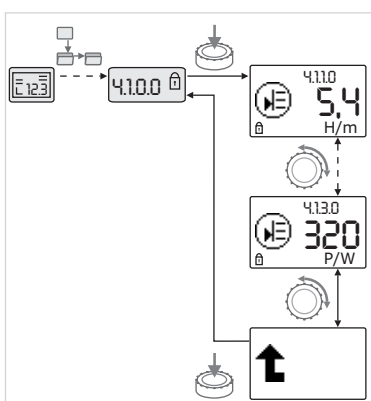

Рис. 40: Вызов информации
- Вращая красную кнопку, можно управлять элементами типа «Информация» текущего подменю (см. рис. 40). Пояснения настроек, обозначенных символами, см. в таблице в главе 8.7 «Указатель элементов меню» на стр. 215.